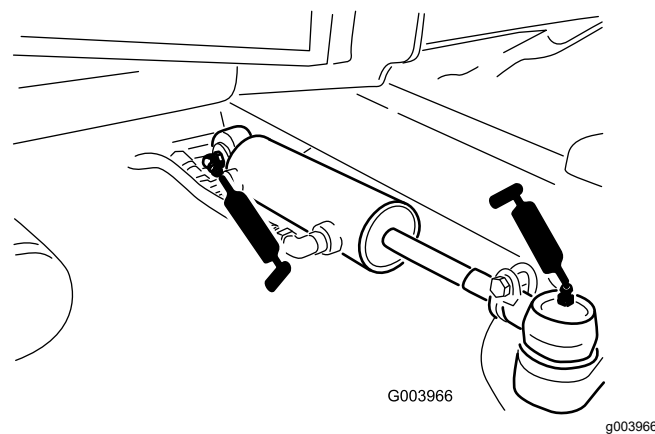

Figura 47
- Giunti a sfera (2) del cilindro di sterzo (Figura 47)